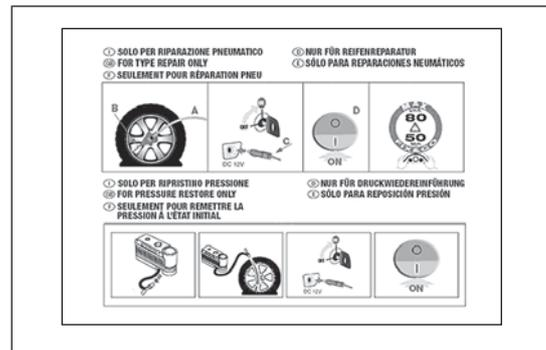

fig. 123
- pieghevole informativo (vedere fig. 123), utilizzato per un pronto uso corretto del kit di riparazione rapida dei pneumatici e successivamente consegnato al personale che dovrà maneggiare il pneumatico trattato;